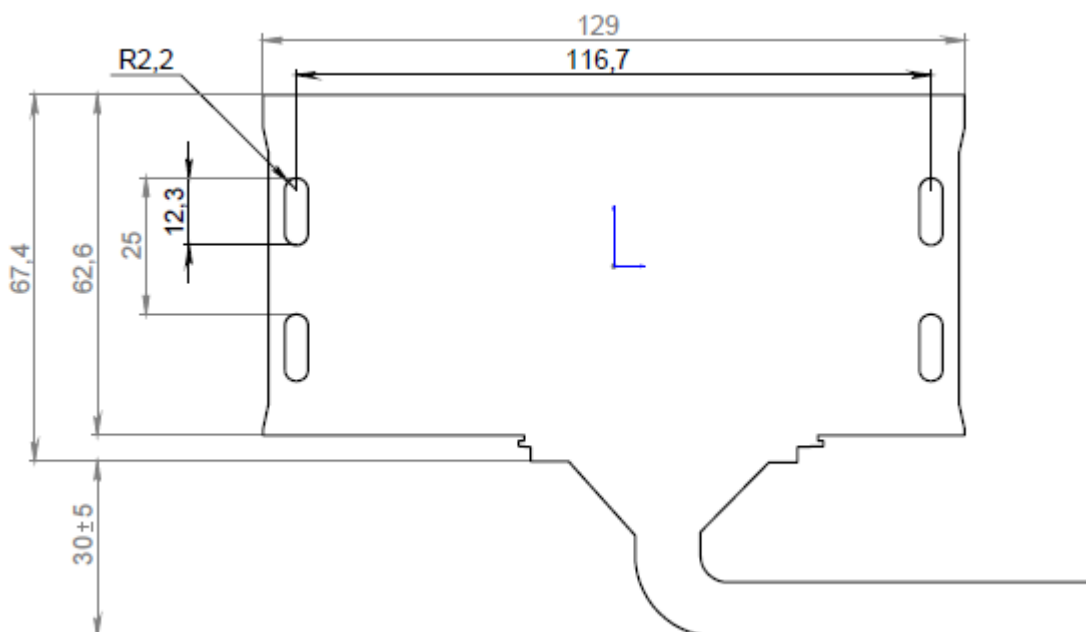

Рисунок 4.4 Установочные размеры терминала FORT-112M
1. Место установки терминала должно быть выбрано, исходя из его габаритных ($129 \times 63 \times 32 \text{ мм}$) и установочных (см. рисунок 4.4) размеров, а также с учетом обеспечения требуемого пространства для удобного подключения разъемов.